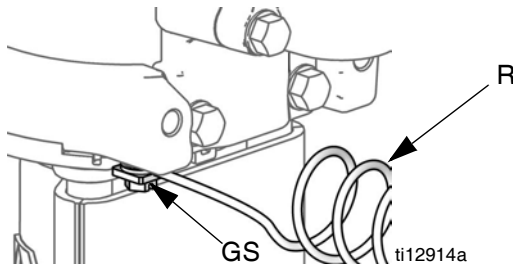

図 2. 接地ネジおよびアース線
1. ポンプ：図 2 を参照ください。接地ネジ (GS) がエアモーターに取り付けられていて、しっかりと締まっていることを確認します。接地ワイヤー (R) のもう一方の端を大地接地に接続します。